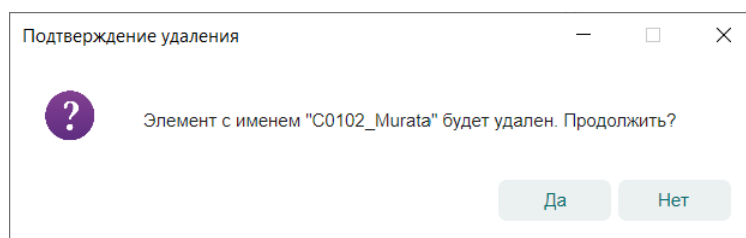

Рис. 117 Подтверждение удаления
2. В окне «Подтверждение удаления» нажмите «Да» для подтверждения удаления корпуса или «Нет» для отмены действия, Рис. 117.